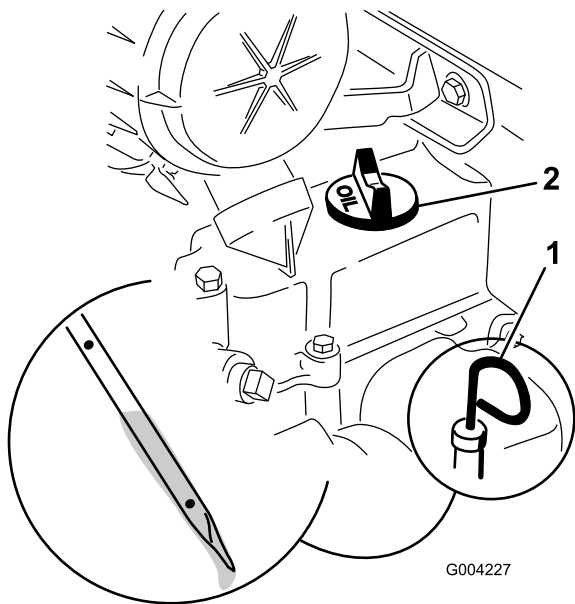

Figura 32
4. Pulite l'area intorno all'asta di livello dell'olio (Figura 32).
5. Estraiete l'asta di livello dell'olio e pulite l'estremità metallica (Figura 32).
6. Infilate fino in fondo l'asta di livello nel relativo tubo (Figura 32).
8. Se il livello dell'olio è basso (al di sotto del foro inferiore), pulite attorno al tappo di riempimento dell'olio e rimuovete il tappo (Figura 32).
6. Togliete il tappo di riempimento dell'olio (Figura 32) e versate lentamente l'80% circa della quantità d'olio specificata attraverso il coperchio della valvola.
9. Togliete il tappo di riempimento dell'olio (Figura 32) e versate lentamente l'80% circa della quantità d'olio specificata attraverso il coperchio della valvola.